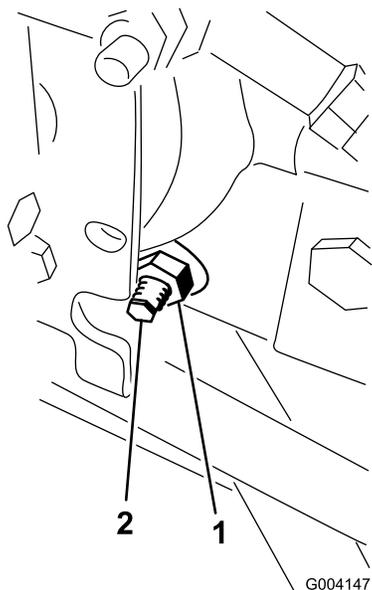

Рисунок 59
3. С правой стороны гидростата ослабьте контргайку кулачка регулировки тяги (Рисунок 59).